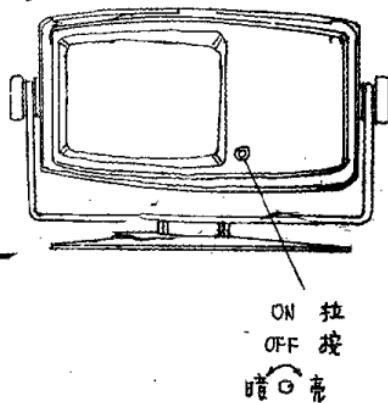

图 1—8
(1) 拉电源拉杆开关；
- (2) 按字符锁键 **ALPHA LOCK**，成为大写字符。如图1—8、1—4；